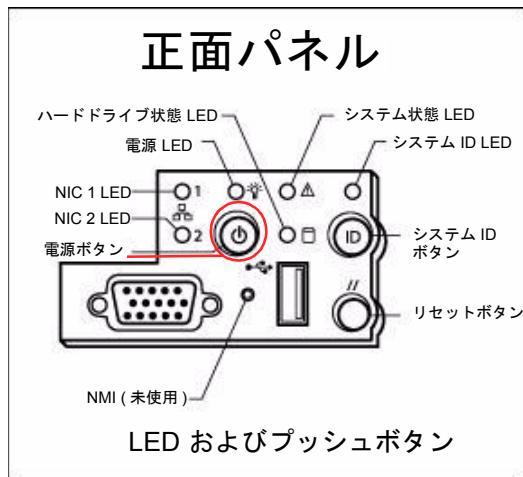

図 3-24 電源ボタンおよび正面パネルの詳細
6. サーバー H1 (シリアル番号の末尾が「-H1」) の正面カバーの内側にある正面パネルの電源ボタン (図 3-24) を押して、電源を入れます。